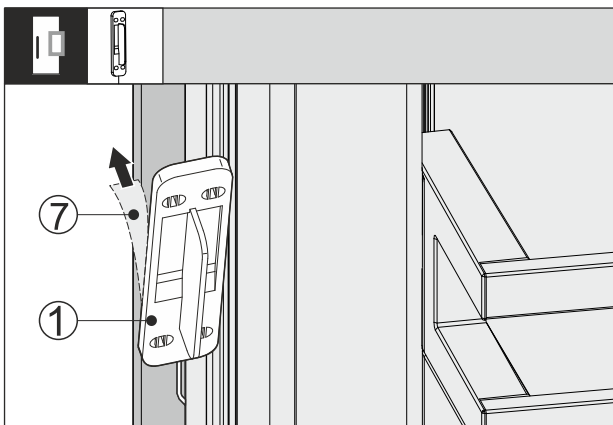

Fig. 65
- ▶ Vedä suojakalvo Fig. 65 (7) irti koputusanturin takapuo-
lta Fig. 65 (1).